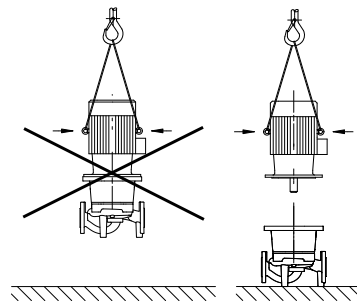

Fig. 7: Транспортування двигуна
- Транспортувальні вушка на двигуні можна використовувати лише для транспортування двигуна, а не усього насосу (Fig. 7).